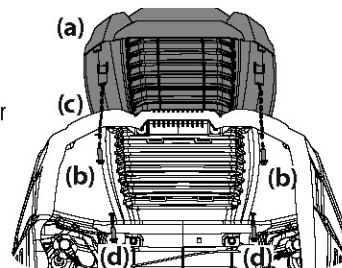

Figure 9
- Pour retenir le couvercle, poussez vers le haut les deux languettes de blocage à l'arrière du capot. Voir Figure 9.
2. Pour fixer le couvercle (a), placez les boulons par le dessous, serrez à la main les boulons (b) sur la partie arrière du capot avant de bien les serrer. Voir Figure 9.
3. Puis, alignez les trous du couvercle (a) avec ceux du capot (c) et vissez les deux boulons (d). Voir Figure 9.
5. Fixez le déflecteur d'éjection avec l'écrou autobloquant à bride et le boulon hexagonal retirés à l'étape 2. Serrez à un couple de 11,5 à 14 N m (102-124 po-lb). Voir Figure 9. Passez à la sous-section Réglage des roues de jauge du plateau.